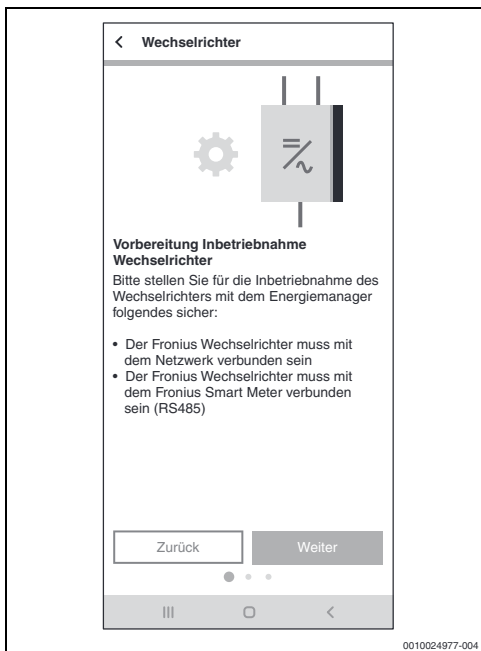

Bild 21 Wechselrichter verbinden
1. Die Informationen auf den ersten beiden Screens aufmerksam durchlesen (→ Bild 21).